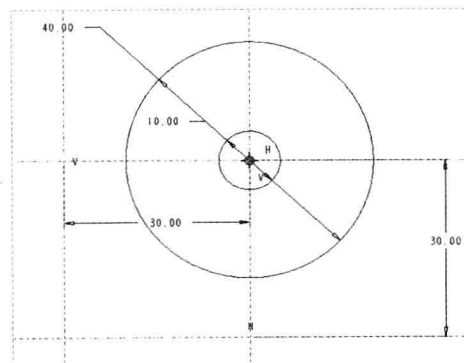

图 13-6 绘制中心线 2
Step 05 在“功能区”选项板的“草绘”选项卡中,单击“草绘”面板中的“中心线”按钮,在绘图区依次绘制垂直中心线和水平中心线,并修改尺寸,如图 13-6 所示。